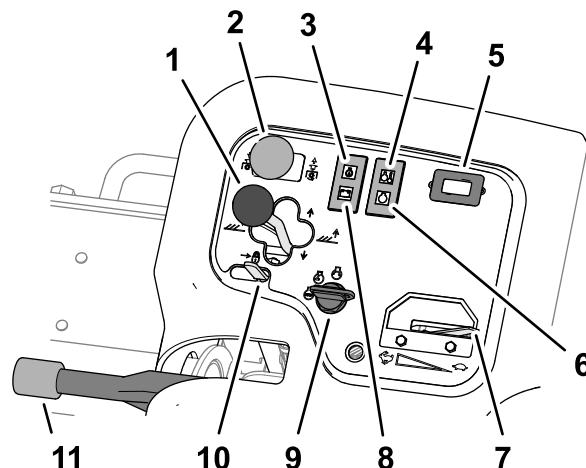

Figure 43
- Pour abaisser les unités de coupe au sol, poussez le levier de commande en avant à la position ABAISSEMENT (Figure 43).
La commande des unités de coupe (Figure 43) a 2 positions : ENGAGÉE et DÉSENGAGÉE. La commande à bascule actionne une électrovanne sur le distributeur pour commander les unités de coupe.
Le témoin de pression d'huile (Figure 43) s'allume quand la pression de l'huile moteur descend au-dessous du niveau admissible.
Le témoin de surchauffe du liquide de refroidissement (Figure 43) s'allume si la température du liquide de refroidissement est trop élevée. À cette température, les unités de coupe s'arrêtent. Si la température du liquide de refroidissement monte encore de 5,5 °C (10 °F), le moteur s'arrête pour éviter de causer d'autres dommages.
Le compteur horaire (Figure 43) indique le nombre total d'heures de fonctionnement de la machine. Il se déclenche chaque fois que la clé de contact est tournée à la position Contact.
Le témoin de préchauffage (Figure 43) s'allume quand les bougies de préchauffage sont activées.
Déplacez la commande d'accélérateur (Figure 43) en avant pour augmenter le régime moteur et en arrière pour le diminuer.
Le témoin d'alternateur (Figure 43) s'éteint quand le moteur tourne. Si le témoin d'alternateur s'allume pendant que le moteur tourne, vérifiez le système de charge et réparez-le au besoin.
Utilisez le commutateur d'allumage (Figure 43) pour faire tourner le moteur et allumer les éclairages. Le commutateur d'allumage a 3 positions :
Déplacez le verrou du levier de levage (Figure 43) en arrière pour empêcher les unités de coupe de retomber.
Chaque fois que vous coupez le moteur, serrez le frein de stationnement (Figure 43) pour éviter tout déplacement accidentel de la machine. Tirez sur le levier pour serrer le frein de stationnement et poussez le levier pour desserrer le frein de stationnement.